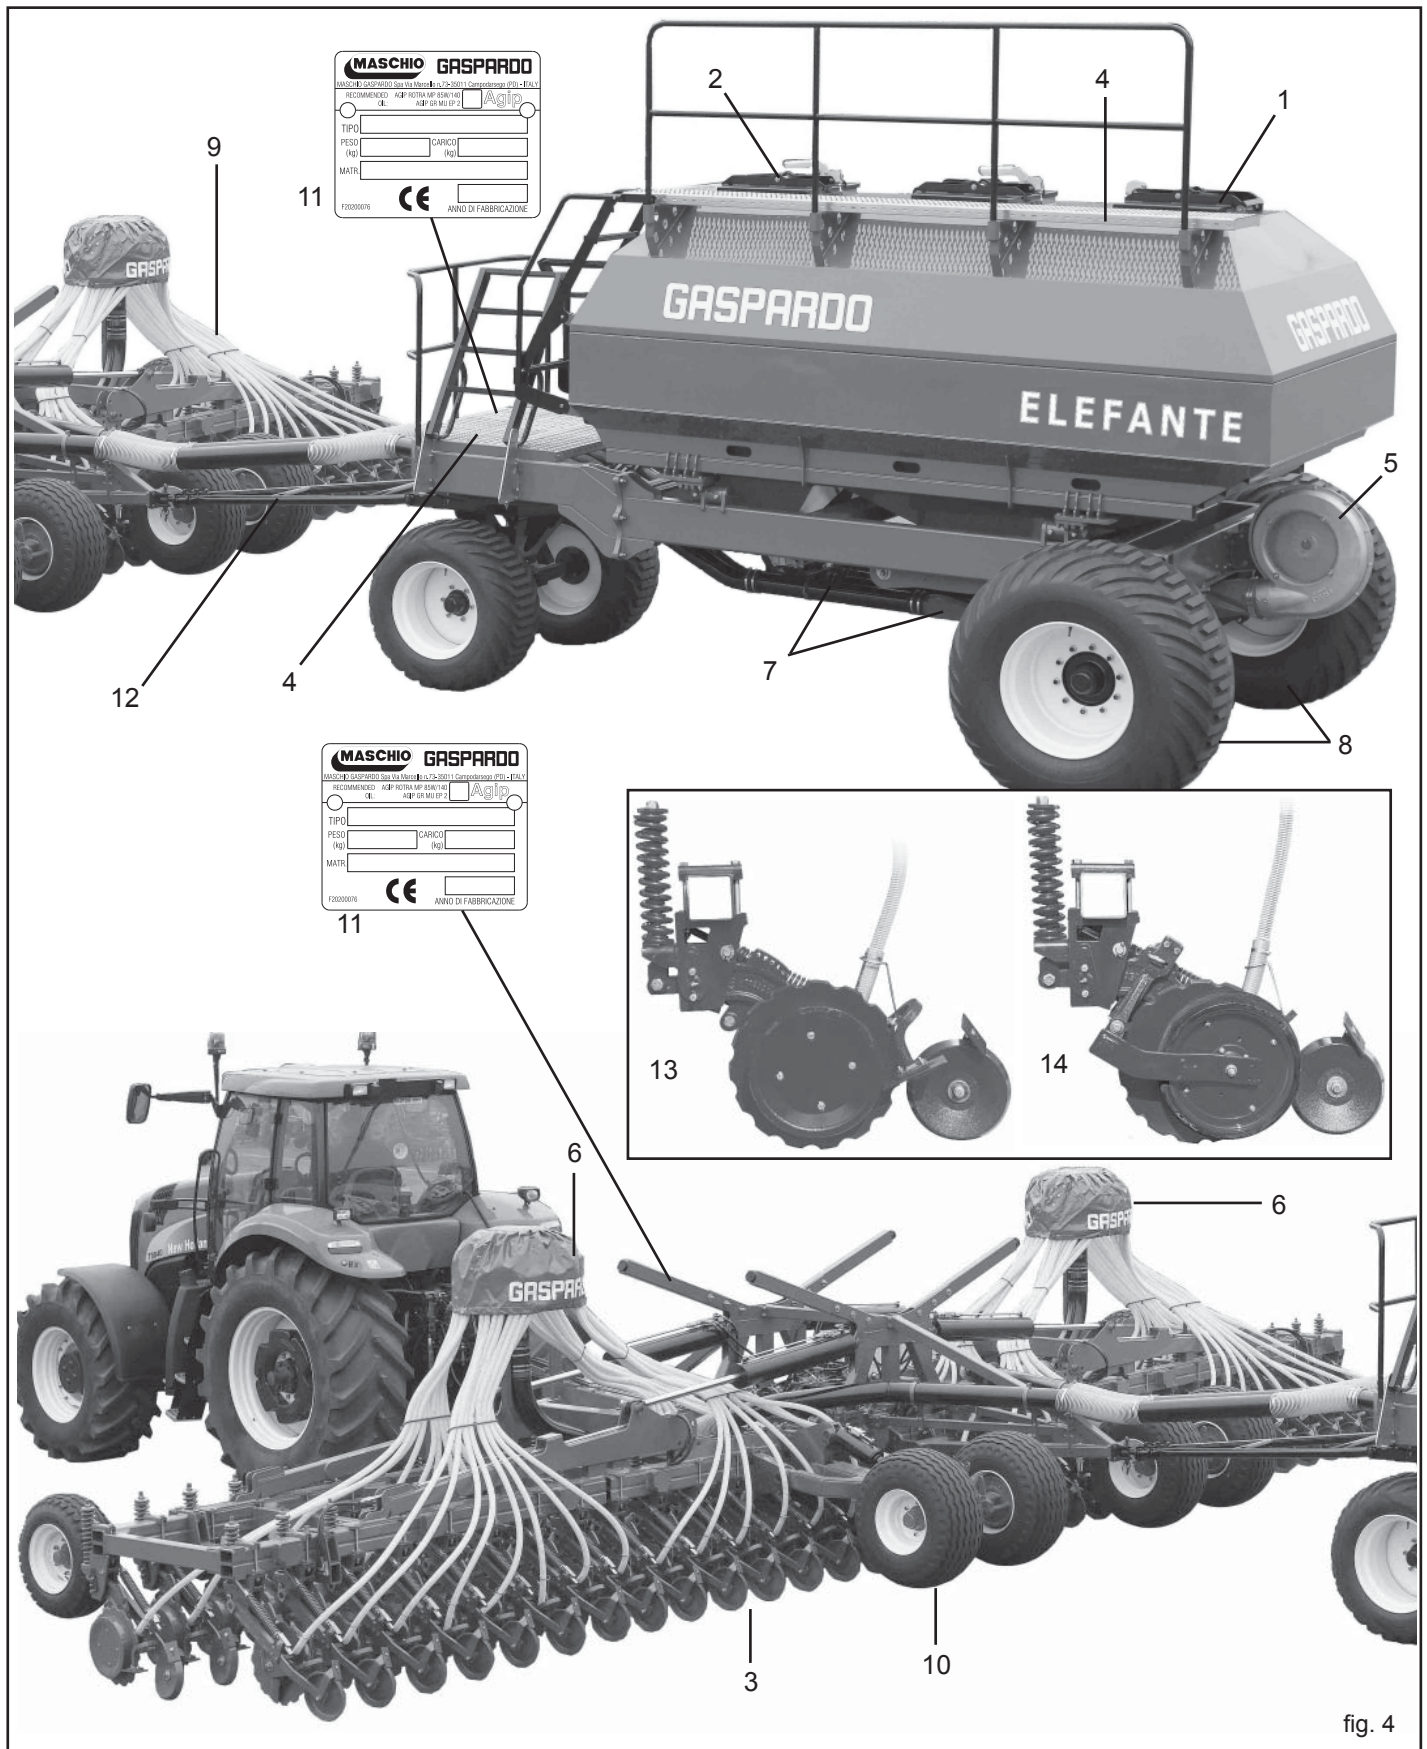

fig. 4
3.2 DESEN DE ANSAMBLU (Fig. 4)